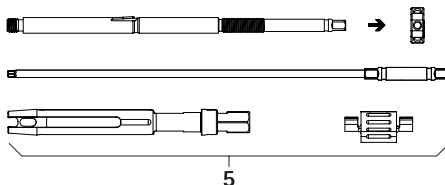

Rys. 2
- Zdemontować dźwignię do nastawiania 4, patrz Rys. 2: Mocno nacisnąć przycisk A i wyjąć śrubokręt FW234R.